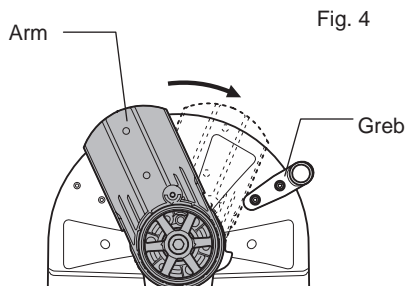

Fig. 4
- (5) Roter armen indtil den er i berøring med grebet og sæt låseskafet tilbage på den oprindelige plads med håndkraft. (Fig. 4)